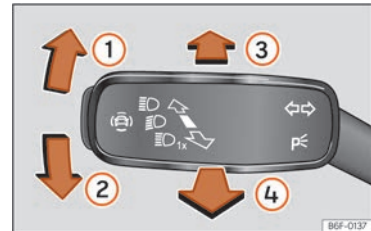

Abb. 72 Blinker- und Fernlichthebel.
- Drücken Sie den Blinker- und Fernlichthebel aus der Ausgangsstellung nach vorne »» [\[Abb. 72\]](#) .
- **ODER:** Ziehen Sie bei eingeschaltetem Fernlichtassistenten den Blinker- und Fernlichthebel nach hinten »» [\[Abb. 72\]](#) .